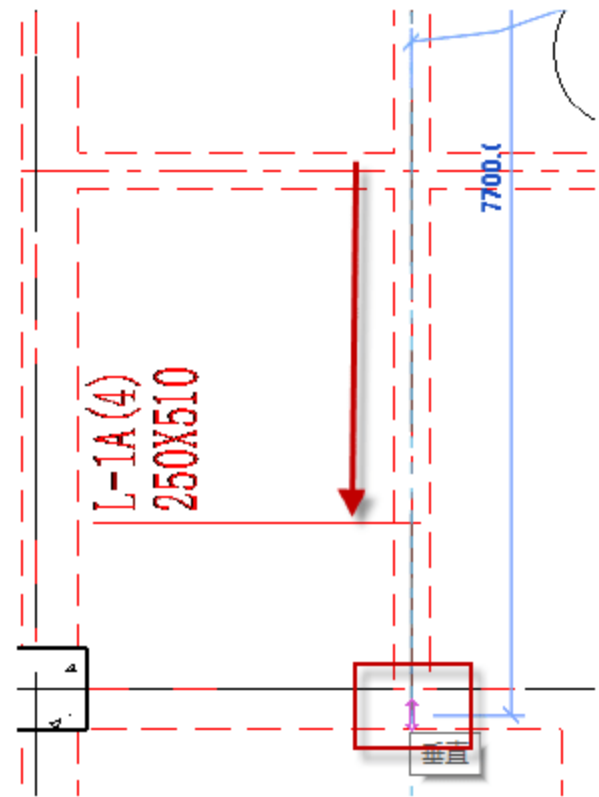

图 4.2.78 绘制 L-1A
(3) 绘制矩形框架梁 L-1A，按快捷键 B+M，放置平面为“标高 2”平面视图，先单击起始柱的中心为起点，后单击终止柱的中心为终点，如图 4.2.78 所示。